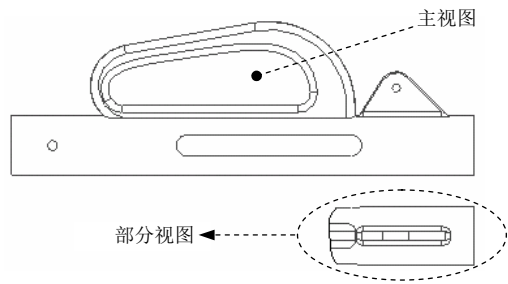

图 10.4.27 “部分”视图
下面创建图 10.4.27 所示的“部分”视图，操作方法如下。
Step1. 先单击图 10.4.27 所示的主视图，然后右击，从系统弹出的快捷菜单中选择 **插入投影视图...** 命令。